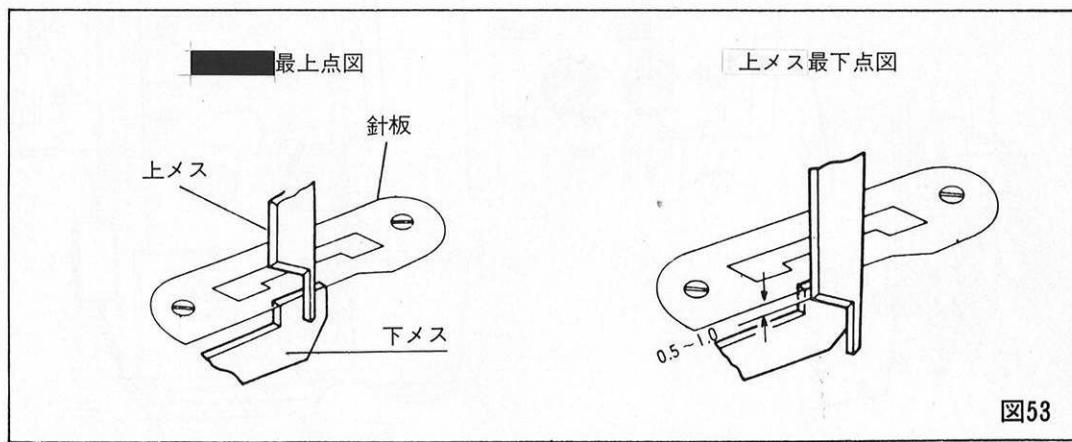

図53
- はずみ車を廻わし、上メスを最下点の位置にする。(図53)
- 新しい上メスをネジで取付ける。この時、上メスの刃先が下メスに対し、約1ミリかみ合うように取付ける。(図53) (上メスの取付けは、必ず上メス最下点の位置で行って下さい。)